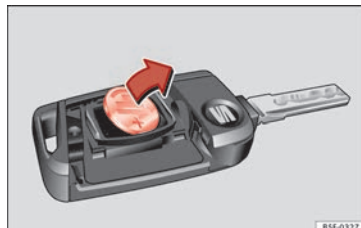

Fig. 134 Llave del vehículo: extracción de la pila.
- Extraiga la pila del compartimento con un objeto fino adecuado » » » **fig. 134**.
- Coloque la pila nueva tal como se muestra » » » **fig. 134** y presiónela en el compartimento para la pila en sentido contrario a la flecha » » » .